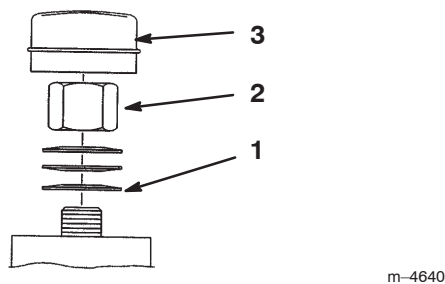

Figure 47
3. Retirez le capuchon anti-poussière de la roue et serrez le contre-écrou (Fig. 47).
4. Serrez le contre-écrou jusqu'à ce que les rondelles élastiques soient aplaties, puis desserrez-le de 1/4 de tour pour obtenir la précharge correcte des roulements (Fig. 47).
Important Veillez à installer les rondelles comme illustré à la Figure 47.